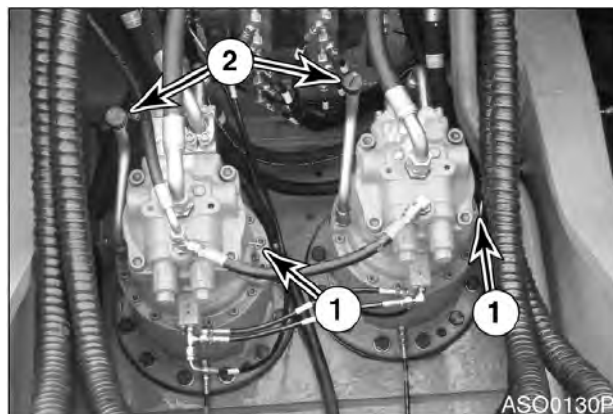

Рис. 21
1. Удалить щуп (1, рис. 21) и вытереть масло чистой тряпкой.
2. Вставить щуп полностью (1, рис. 21) в направляющую трубку.
4. Если уровень масла не достигает отметки L (Минимум) на щупе, следует добавить масло через заливное отверстие (2, рис. 21).